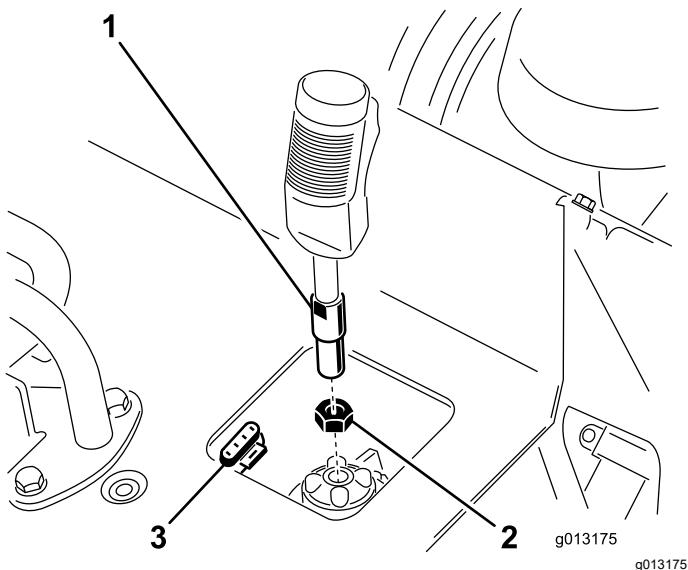

Figura 3
1. Enrosque la contratuerca sobre la palanca de control del desbastador (Figura 3).
2. Enrosque la palanca de control del desbastador en el alojamiento del panel de control (Figura 3).
3. Con el gatillo orientado hacia adelante, apriete la contratuerca contra el alojamiento para sujetar la palanca (Figura 3).
4. Conecte el cable de la palanca al conector de 4 pinos situado debajo del panel de control (Figura 3).